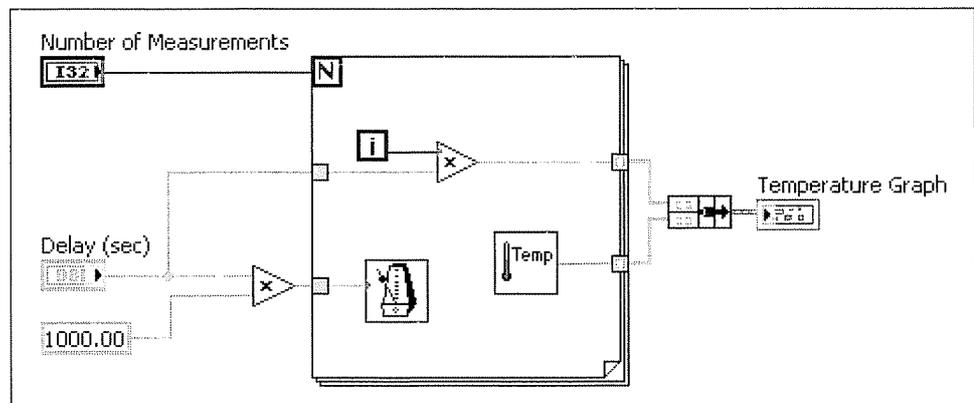

Figura 2-32. Diagrama de bloques del VI Using Temperature
La figura 2-32 muestra un ejemplo del diagrama de bloques tras las modificaciones a realizar. Se moverá el terminal **Number of Measurements** y se cableará el terminal hasta el terminal de contaje del bucle For.
- Haga clic y arrastre el terminal a la nueva ubicación como se muestra en la figura 2-32.